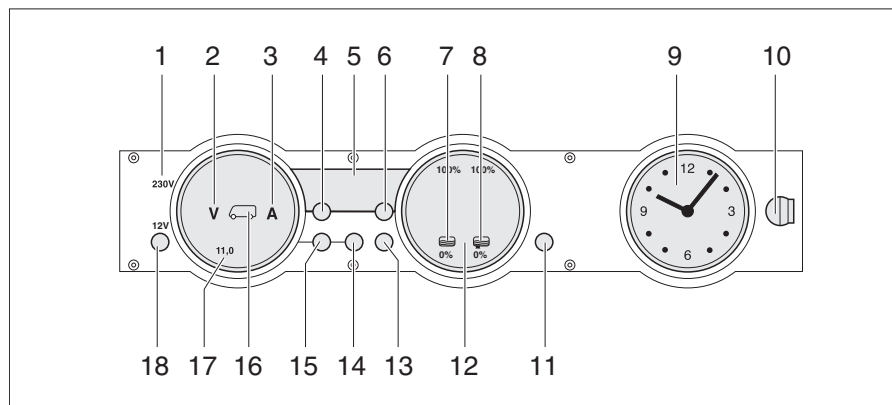

Bild 190 Panel MP 20-T
Die 230-V-Kontroll-Leuchte (Bild 190,1) leuchtet, wenn am Eingang des Elektroblocks Netzspannung vorhanden ist.
Der 12-V-Hauptschalter (Bild 190,18) schaltet das Panel und die 12-V-Versorgung des Wohnraums ein und aus.
- Taste "12 V" (Bild 190,18) kurz drücken. Die 12-V-Versorgung des Wohnraums ist eingeschaltet. Die Kontroll-Anzeige "12 V" leuchtet.
- ▷ Wenn nach dem Einschalten die LED "11,0" der Voltanzeige sowie das Symbol Volt "V" (Bild 190,2) im Anzeigeelement Batterien (Bild 190,17) blinken, dann ist die Spannung der Wohnraumbatterie zu gering. Batterie laden.
- ▷ Wenn nach dem Einschalten die Kontroll-Anzeige "12 V", das Symbol Wohnraumbatterie (Bild 190,16) und das Symbol Volt "V" (Bild 190,2) dreimal blinken, dann ist die Batterietrennung aktiviert. Batterietrennung deaktivieren.
- Taste "12 V" (Bild 190,18) kurz drücken. Die 12-V-Versorgung des Wohnraums ist ausgeschaltet. Die Kontroll-Anzeige "12 V" erlischt.
- Taste Wohnraumbatterie (Bild 190,14) drücken und ca. 10 Sekunden lang gedrückt halten. Die Symbole Volt "V" (Bild 190,2) und Ampere "A" (Bild 190,3) blinken dreimal. Die Wohnraumbatterie ist vom 12-V-Bordnetz getrennt.
- Taste "12 V" (Bild 190,18) drücken und ca. 5 Sekunden lang gedrückt halten. Das Symbol Volt "V" (Bild 190,2) blinkt dreimal. Die Wohnraumbatterie ist mit dem 12-V-Bordnetz verbunden. Die Kontroll-Anzeige leuchtet nach ca. 2 Sekunden.
- Taste Wohnraumbatterie " (Bild 190,14) drücken. Das Symbol Volt "V" (Bild 190,2) leuchtet. Das Symbol Ampere "A" leuchtet je nach Ladung oder Entladung weiß bzw. rot. Die Batteriespannung und der Strom der Wohnraumbatterie werden über die LEDs im Anzeigeelement angezeigt.
- Taste Starterbatterie " (Bild 190,15) drücken. Das Symbol Volt "V" (Bild 190,2) leuchtet. Die Batteriespannung der Starterbatterie wird über die LEDs im Anzeigeelement angezeigt.
- Taste Tanks  (Bild 190,13) drücken. Die Symbole Wassertank  (Bild 190,7) und Abwassertank  (Bild 190,8) leuchten. Die Füllstände des Wassertanks (linke Skala) und des Abwassertanks (rechte Skala) werden über die LEDs im Anzeigeeinstrument angezeigt.
Das Symbol Volt "V" (Bild 190,2) und die LED "11,0" blinken, sobald die Spannung der Batterie 11 V (Messung bei laufendem Betrieb) unterschreitet und damit Tiefentladung droht.
Das Symbol Wassertank  (Bild 190,7) oder das Symbol Abwassertank  (Bild 190,8) blinkt, wenn der Wassertank leer oder der Abwassertank voll ist.